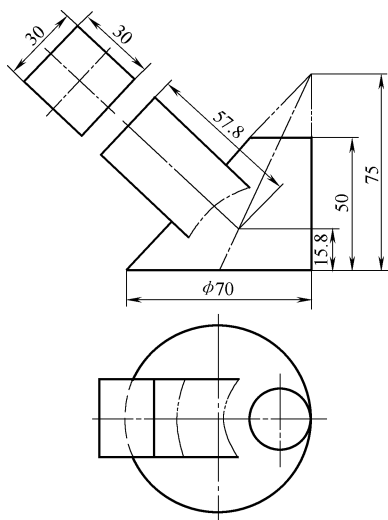

图 3-21
10. 图 3-21 所示为方管斜插斜圆锥，试画出其相贯线对方管和斜圆锥上的开孔进行展开。